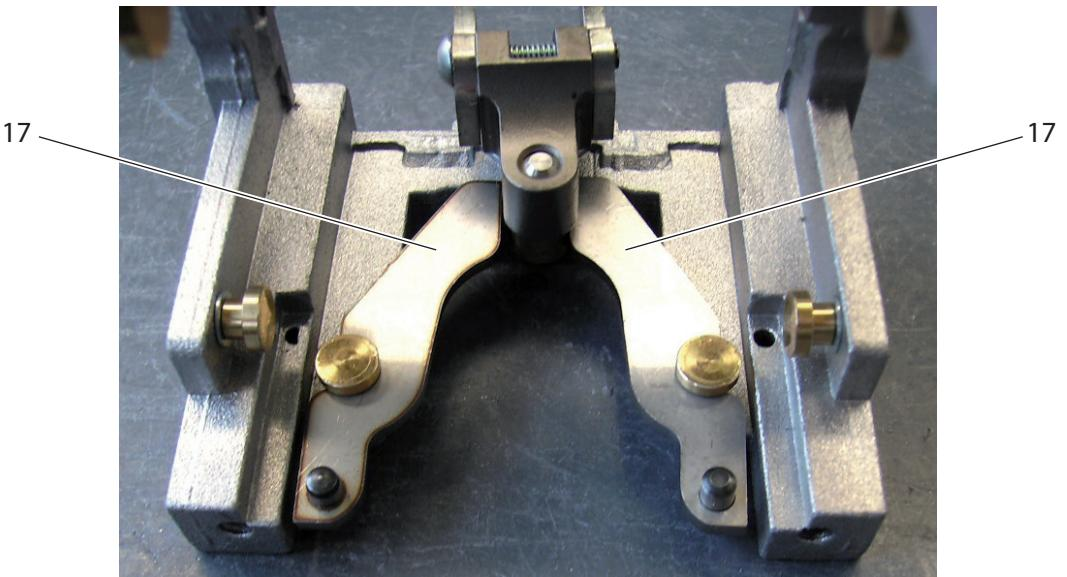

Abbildung 12. Joystick VNS0 – Federrückzugsarme einsetzen
3. Setzen Sie die Federrückzugsarme (**17**) gemäß Abbildung 12 „Joystick VNS0 – Federrückzugsarme einsetzen“, Seite 21 ein.